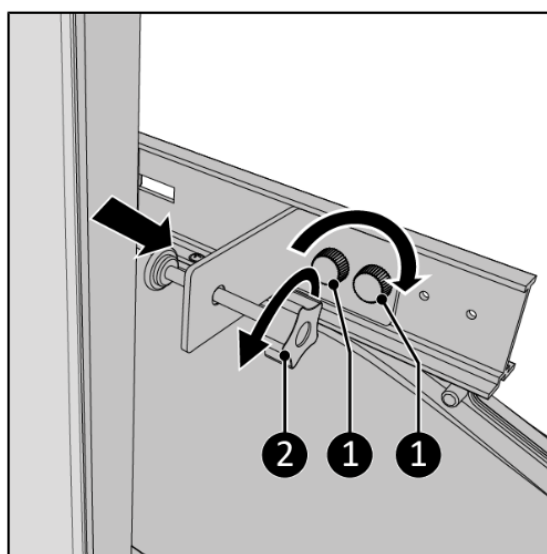

Figura 12.
13. Slăbiți șurubul de prindere de la clemă(13) (Figura 12, elementul 2).
15. Înșurubați suportul terminal pe șina principală folosind două șuruburi cu aripă (Figura 12, articolul 1).